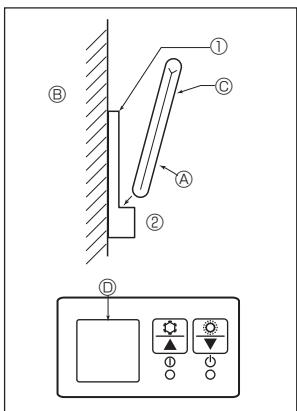
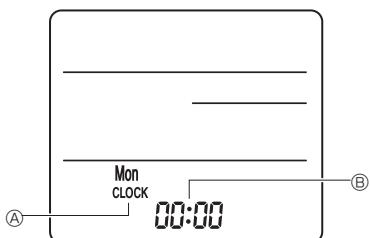

Fig. 6-7
Fig. 6-8
2) Installation (Fig. 6-7)
- ① Die Halter der Fernbedienung mit 2 Blechschrauben am gewünschten Ort anbringen.
② Die Unterseite der Fernbedienung in den Halter einsetzen.
③ Fernbedienung ④ Wand ⑤ Display ⑥ Empfänger
3) Einstellung (Uhreinstellung) (Fig. 6-8)
- ① Batterien einlegen oder die Taste ② CLOCK mit einem spitzen Gegenstand drücken.